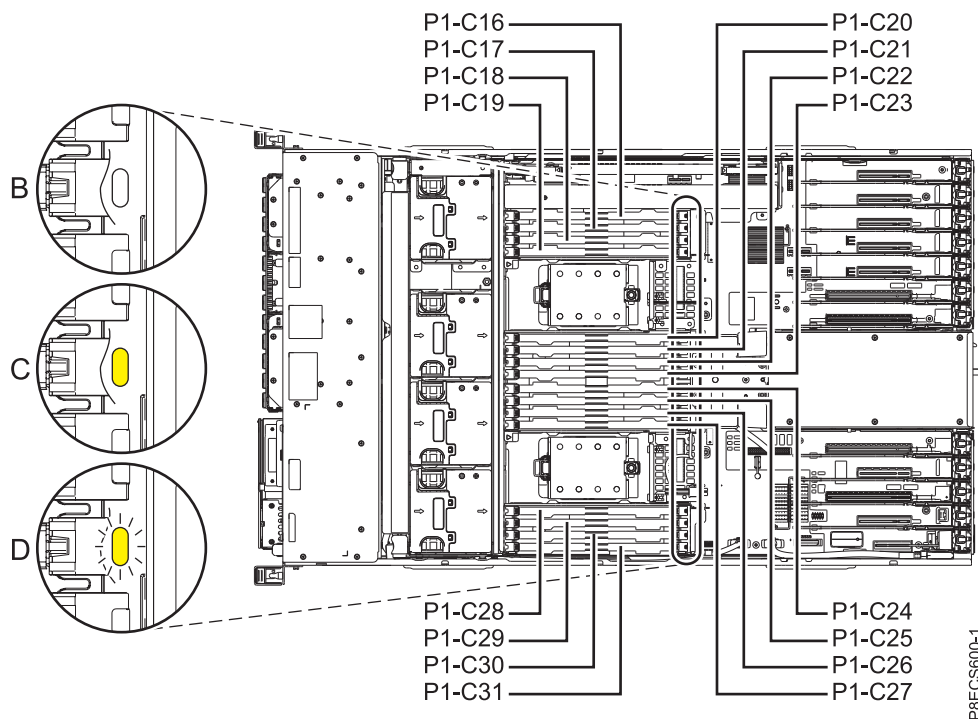

Figura 4. Localizações dos módulos de memória e os indicadores de assistência no sistema 8247-42L, 8286-41A ou 8286-42A
1. Se estiver a remover o módulo de memória como parte de outro procedimento de assistência, avance para o passo 3 na página 8. As ranhuras do módulo de memória encontram-se no painel posterior do sistema. As ranhuras do módulo de memória ficam visíveis depois de remover a tampa de assistência e a conduta de ventilação de acordo com as instruções deste procedimento. As etiquetas no sistema mostram os códigos de localização dos módulos de memória. Figura 4 na página 8 mostra as localizações e indicadores de assistência para os módulos de memória no sistema 8247-42L, 8286-41A ou 8286-42A.